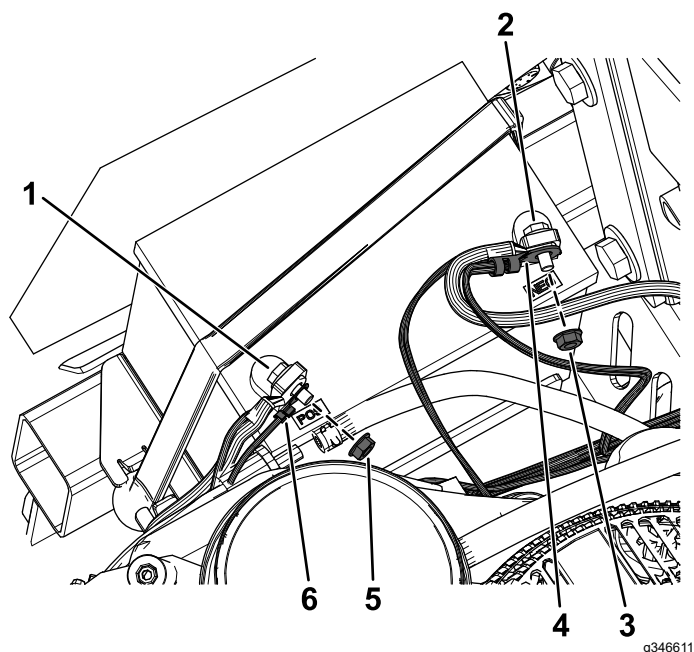

Figura 19
5. Retire a porca do terminal positivo da bateria e instale o aro do terminal positivo da cablagem do kit no parafuso (Figura 19).
6. Prenda o aro do terminal positivo utilizando a porca previamente removida (Figura 19).
8. Retire a porca do terminal negativo da bateria e instale o aro do terminal negativo da cablagem do kit no parafuso (Figura 19).
9. Prenda o aro do terminal negativo utilizando a porca previamente removida (Figura 19).